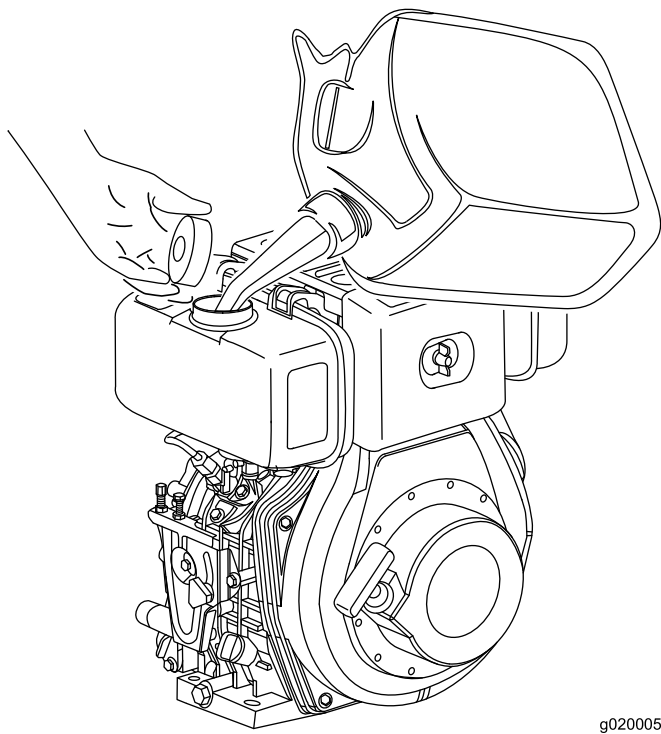

Figura 22
3. Añada combustible al depósito de combustible hasta que el nivel llegue al anillo rojo (Figura 22).